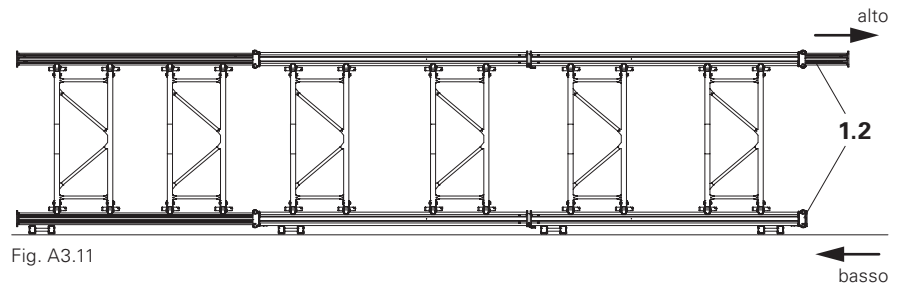

Fig. A3.11
7. Montare i telai MP MRK (2) mancanti.
9. Sganciare le imbracature. (Fig. A3.11 – Fig. A3.11b)